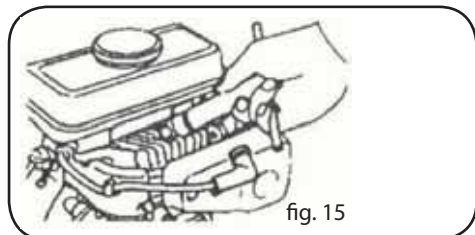

fig. 15
1. Remover a vela por meio da chave específica (fig. 15).